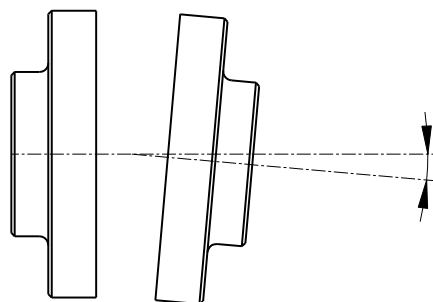

Fig. 3a
- Soient parallèles (voir fig.3A § 7 - Démontage des accouplements page 4)